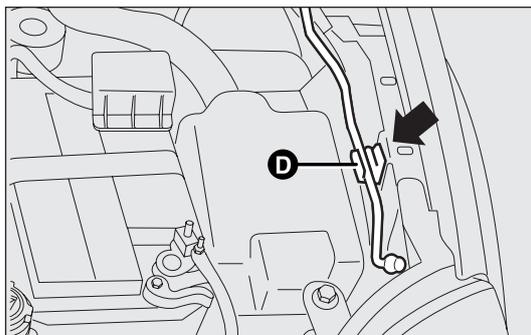
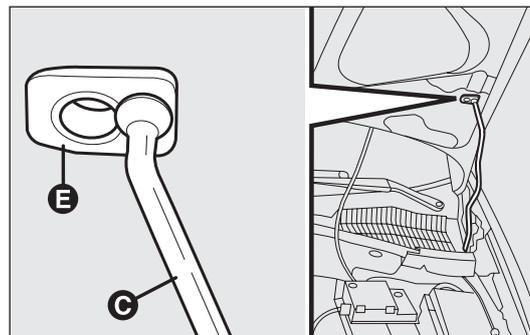

fig. 85
fig. 86
- sollevare il cofano e contemporaneamente liberare l'asta di sostegno D-fig. 85 dal proprio dispositivo di bloccaggio, quindi inserire l'estremità C-fig. 86 dell'asta nella sede E del cofano.
- tenere sollevato il cofano con una mano e con l'altra togliere l'asta C-fig. 86 dalla sede E e reinserirla nel proprio dispositivo di bloccaggio D-fig. 85;